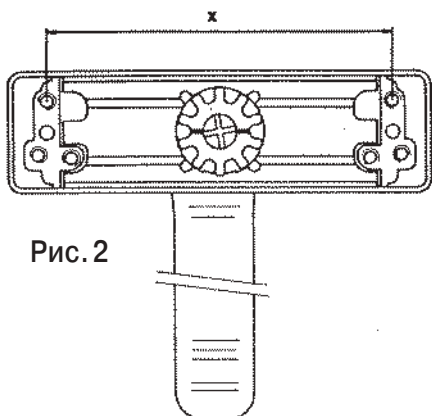

Рис. 2
- Установить альтернативное расстояние между центрами крепежных отверстий ($X = 98$ мм) поворотом рукоятки (рис.2).
- Установить альтернативное расстояние ($X = 98$ мм) между центрами крепежных отверстий поворотом рукоятки (рис. 2).